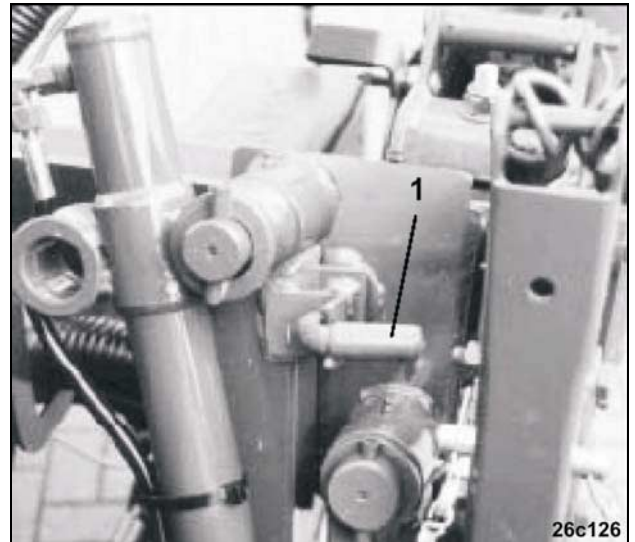

Fig. 131
- Voor het ontgrendelen moet de borgpen (Fig. 131/1) in de stand worden gezet, zoals afgebeeld.